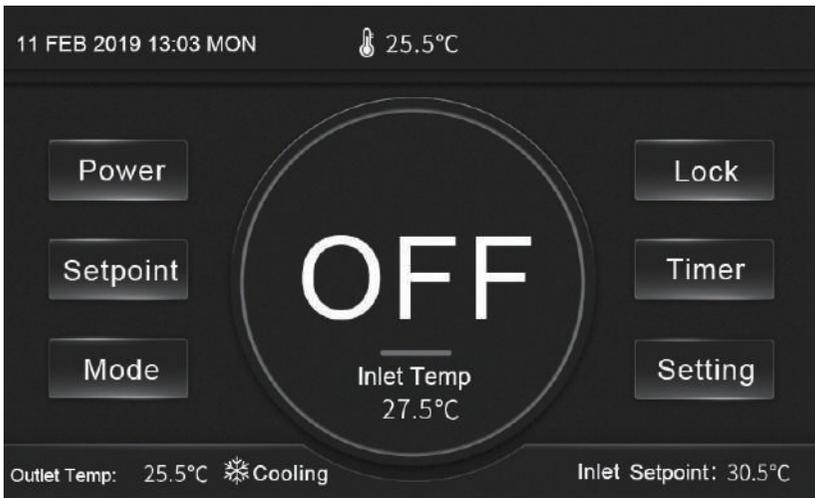

Рис.2 Інтерфейс вимкнення живлення
У головному інтерфейсі натисніть кнопку «Mode» ③, щоб вибрати режим охолодження або обігріву. Потім рядок стану ⑧ відобразить поточний робочий стан. У головному інтерфейсі увімкнення живлення (рис. 2) колір кола дисплея ⑨ змінюватиметься відповідно до робочого стану (охолодження: синій; нагрівання: червоний).